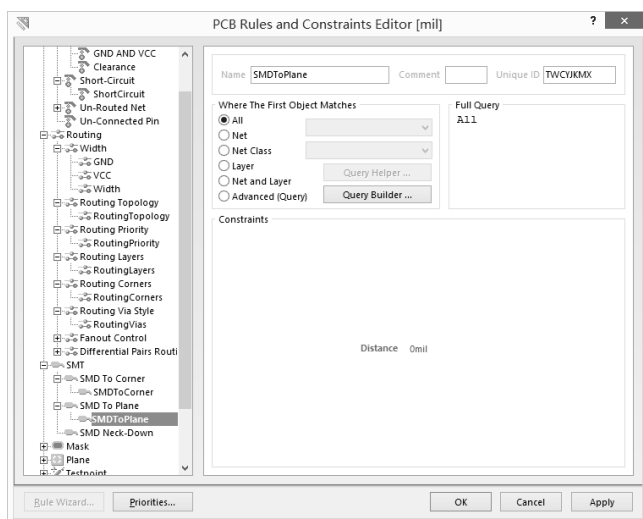

图 3.4.20 设置 SMD 距离规则
(2) SMD To Plane：用于设置 SMD 元件焊盘至内电层（电源板层）的焊盘或过孔之间的距离。即当 SMD 焊点要连接到电源板层时，必须走出一小段线，再挖个过孔去连接电源板层，而这一小段线的长度，可在如图 3.4.20 所示的对话框中规定，这里选择默认。